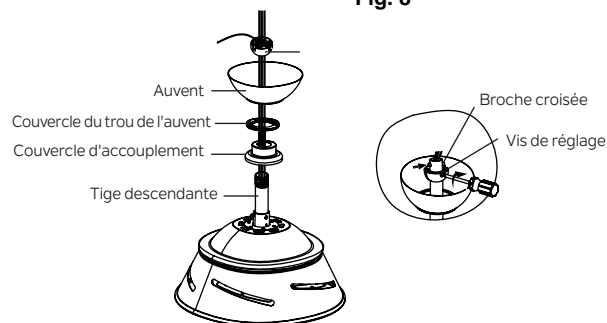

Fig. 9
Étape 4. Glissez le couvercle du couplage, le couvercle de l'orifice de l'auvent et le couvercle sur la tige descendante. Réinstallez soigneusement la boule de suspension sur la tige de suspension. Assurez-vous que la broche croisée est dans la bonne position et que la vis de réglage est serrée et que les fils ne sont pas tordus. (Fig. 9)